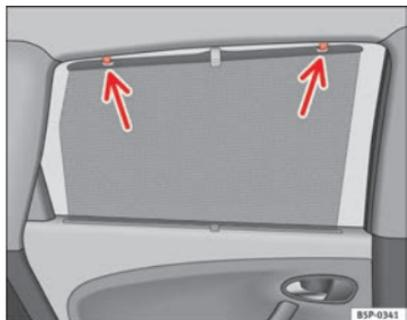

Abb. 83 Sonnenschutzrollo Hintertür
- Ziehen Sie das Rollo aus und hängen es in den Haken am oberen Türrahmen ein ⇒ Abb. 83.